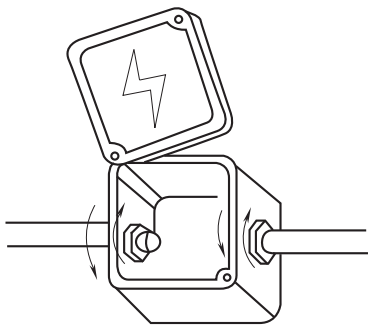

图 2-42 钢管与接线盒的连接
(3) 钢管与接线盒的连接:钢管的端部与接线盒连接时,一般采用在接线盒内各用一个薄型螺母(又称锁紧螺母)夹紧线管的方法,如图2-42所示。安装时,先在线管管口拧入一个螺母,管口穿入接线盒后,在盒内再套拧一个螺母,然后用两把扳手把两个螺母反向拧紧。如果需要密封,则应在两螺母间各垫入封口垫圈。钢管与接线盒的连接也可采用焊接的方法进行。